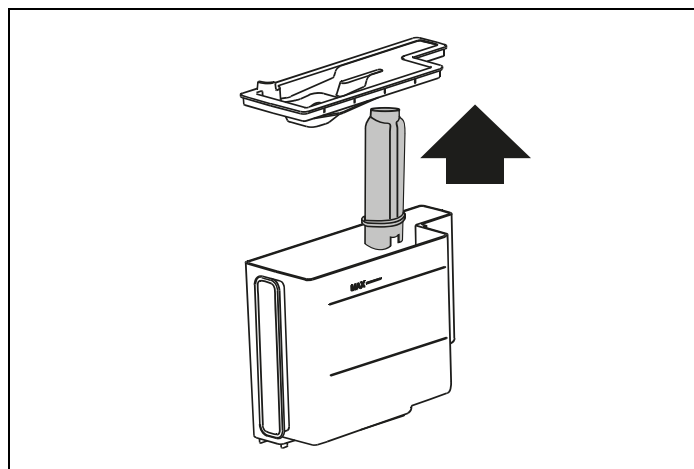

Fig. 55
- Avlägsna vattenfilter** (Fig. 55). Dra ut vattentanken **(A12)**, avlägsna vattenavhärningsfiltret **(C4)** (i förekommande fall) och töm vattentanken. Tryck på  NEXT.